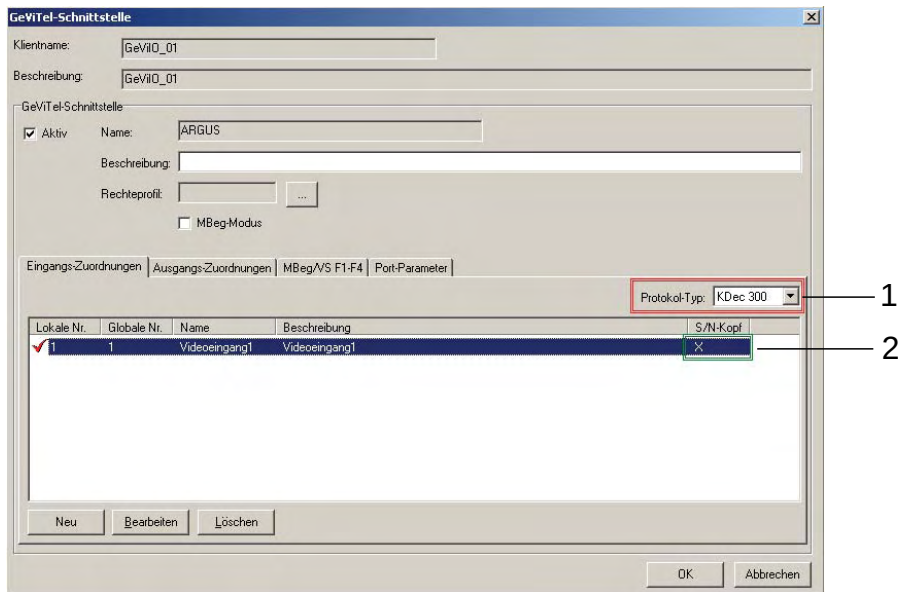

Abbildung 8-8: Schnittstellen-Parameter
- Wählen Sie nun „Bearbeiten“ um die Details der Schnittstelle zu konfigurieren. Es wird sich der Konfigurationsdialog gemäß Abbildung 8-8 öffnen.
- Achten Sie darauf, dass der Protokolltyp auf „KDec-300“ gestellt ist (Abbildung 8-8, roter Rahmen 1) und die Option „S/N-Kopf“ (Abbildung 8-8, grüner Rahmen 2) für den Videoeingang gesetzt ist.